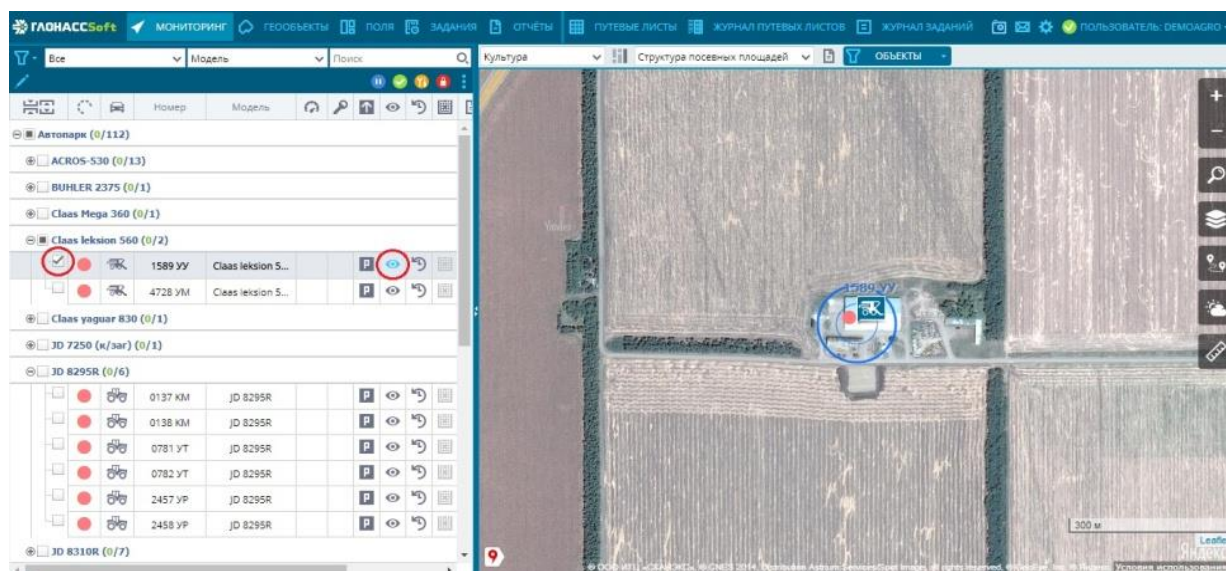

Рисунок 2.23 – Активизация слежения
7. Активируйте значок **Следить** (рисунок 2.23) напротив соответствующего объекта на карте в месте текущего нахождения данного объекта появляется его символ и номер. При движении объекта можно будет наблюдать траекторию и направление его движения на карте.